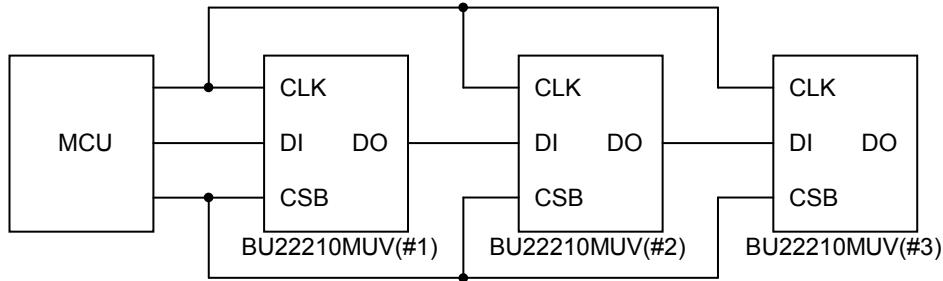

Figure 13. Configuration example connected three BU22210MUV by a cascade
本 IC は DO 端子を次段のデータ入力端子(DI) に接続することで複数の BU22210MUV を 1 つのシリアルインターフェースラインで制御することが可能です。Figure 13 に 3 つの BU22210MUV をカスケード接続する場合の接続例を、Figure 14 にその通信フォーマットを示します。